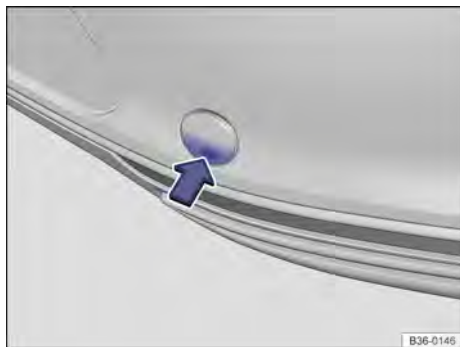

Fig. 290 No para-choque traseiro à direita: remover a cobertura.
O alojamento da argola de reboque rosqueável está localizado à direita do para-choque traseiro, atrás de uma cobertura → Fig. 290. Em *veículos com dispositivo de reboque instalado de fábrica*, atrás da cobertura **não** há um alojamento para a argola de reboque rosqueável. Para rebocar, bascular para fora ou montar e utilizar a rótula de engate e utilizá-la → Página 319, → .
- Pressionar na área inferior da cobertura → Fig. 290 no sentido da seta para soltar o encaixe da cobertura.